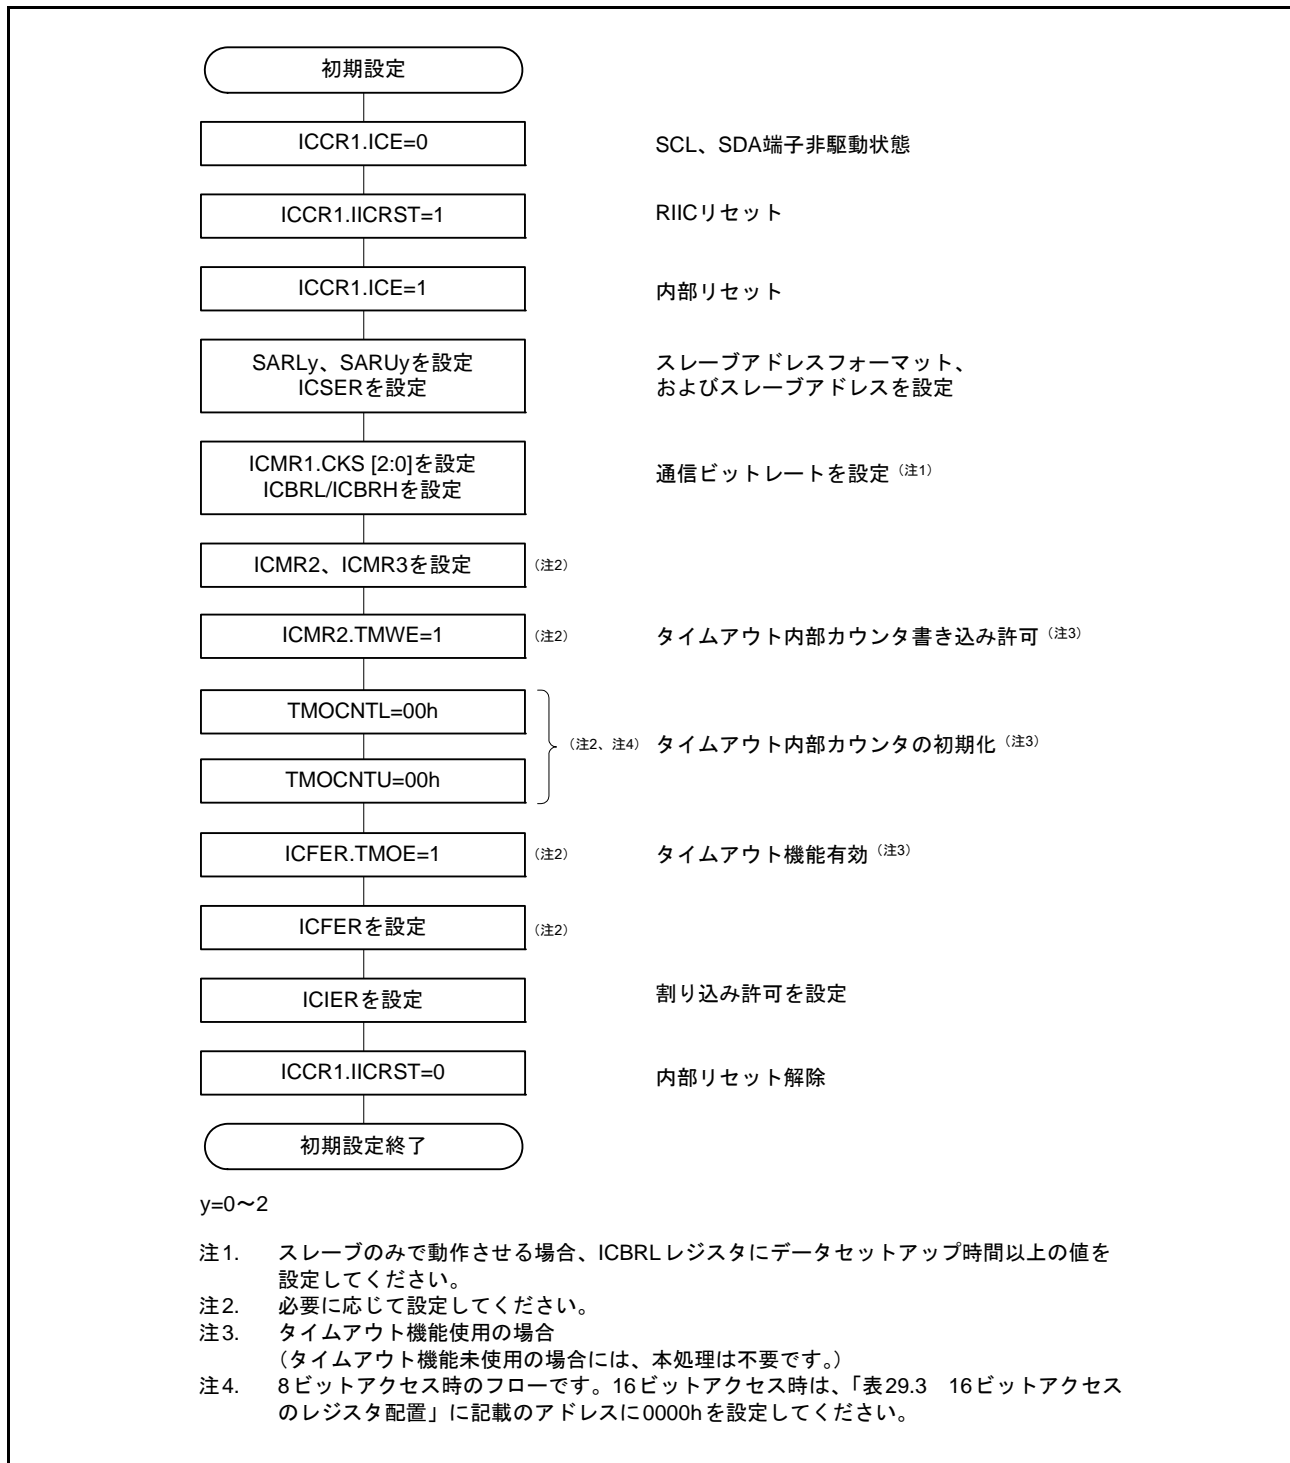

図 29.5 RIIC の初期化フローチャート例
データの送信/受信を開始する場合、図 29.5 に示す手順に従って RIIC を初期化してください。
- (1) ICCR1.ICE ビットを“0” (SCL、SDA 端子非駆動状態) にしたまま ICCR1.IICRST ビットを“1” (RIIC リセット) にした後、ICCR1.ICE ビットを“1” (内部リセット) にします。これにより ICSR1 レジスタの各フラグや内部状態の初期化を行います。その後、SARLy、SARUy、ICSER、ICMR1、ICBRH、ICBRL レジスタ (y=0 ~ 2) を設定し、その他のレジスタは必要に応じて設定してください (RIIC の初期設定については図 29.5 を参照)。必要なレジスタの設定が終了したら、ICCR1.IICRST ビットを“0” (リセット解除) にしてください。すでに RIIC の初期化が完了している場合、この手順は不要です。
- (2) ICCR2.BBSY フラグを読んでバスが解放状態であることを確認した後、ICCR2.ST ビットに“1”を書きます (スタートコンディション発行要求)。RIIC はスタートコンディション発行要求を受け付けると、スタートコンディションを発行します。RIIC はスタートコンディションを検出すると BBSY フラグ、ICSR2.START フラグを自動的に“1”にし、ST ビットを自動的に“0”にします。このとき ST ビットが“1”の状態で自分が出した SDA 信号と SDA ラインの状態がずれることなくスタートコンディションを検出した場合、RIIC は ST ビットによるスタートコンディション発行が正しく行われたと認識し、ICCR2.MST、TRS ビットを自動的に“1”にしてマスタ送信モードになります。また ICSR2.TDRE は、TRS ビット=1 により自動的に“1”になります。
- (3) ICSR2.TDRE フラグが“1”であることを確認した後、ICDRT レジスタに送信データ (スレーブアドレスと R/W# ビット) を書いてください。ICDRT レジスタに送信データを書くと TDRE フラグは自動的に“0”になり、ICDRT レジスタから ICDRS レジスタにデータが転送されて、再び TDRE フラグが“1”になります。R/W# ビットを含むスレーブアドレスの送信が完了すると、送信された R/W# ビットにより自動的に TRS ビットが変更され送信モード/受信モードが選択されます。RIIC は R/W# ビット=0 を受信すると、引き続きマスタ送信モードの状態を継続します。
- (2) ICCR2.BBSY フラグを読んでバスが解放状態であることを確認した後、ICCR2.ST ビットに“1”を書きます (スタートコンディション発行要求)。RIIC はスタートコンディション発行要求を受け付けると、スタートコンディションを発行します。RIIC はスタートコンディションを検出すると BBSY フラグ、ICSR2.START フラグを自動的に“1”にし、ST ビットを自動的に“0”にします。このとき ST ビットが“1”の状態でも自分が出した SDA 信号と SDA ラインの状態がずれることなくスタートコンディションを検出した場合、RIIC は ST ビットによるスタートコンディション発行が正しく行われたと認識し、ICCR2.MST、TRS ビットを自動的に“1”にしてマスタ送信モードになります。また ICSR2.TDRE フラグは、TRS ビット = 1 により自動的に“1”になります。
- (3) ICSR2.TDRE フラグが“1”であることを確認した後、ICDRT レジスタに送信データ (スレーブアドレスと R/W# ビット) を書いてください。ICDRT レジスタに送信データを書くと TDRE フラグは自動的に“0”になり、ICDRT レジスタから ICDRS レジスタにデータが転送されて、再び TDRE フラグが“1”になります。R/W# ビットを含むスレーブアドレスの送信が完了すると、送信された R/W# ビットにより自動的に ICCR2.TRS ビットが変更され送信モード/受信モードが選択されます。RIIC は R/W# ビット = 1 を受信すると、9 クロック目の立ち上がりで TRS ビットを“0”にしてマスタ受信モードに移行します。このとき TDRE フラグは“0”に、ICSR2.RDRF フラグは自動的に“1”になります。このとき ICSR2.NACKF フラグが“1”なら、スレーブデバイスが認識されていないか、あるいは通信不良が発生しているかですので、ストップコンディションを発行してください。ストップコンディションの発行は ICCR2.SP ビットに“1”を書くことで行えます。
- (1) 図 29.5 に示す手順で RIIC を初期設定してください。すでに RIIC の初期化が完了している場合、この手順は不要です。初期設定完了後、RIIC はスレーブアドレスが一致するまで待機状態となります。
- (2) RIIC はスレーブアドレスが一致した場合、SCL クロックの 9 クロック目の立ち上がりで該当する ICSR1.HOA, GCA, AASy ビット (y=0 ~ 2) のいずれかを “1” にし、SCL クロックの 9 クロック目のアクノリッジビットに ICMR3.ACKBT ビットに設定した値を返信します。このとき受信した R/W# ビットが “1” のとき、ICCR2.TRS ビットおよび ICSR2.TDRE フラグを “1” にし、自動的にスレーブ送信モードに切り替わります。
- (3) ICSR2.TDRE フラグが “1” であることを確認した後、ICDRT レジスタに送信データを書いてください。このとき、ICFER.NACKF ビットが “1” の状態でマスタデバイスからアクノリッジがなかった (NACK を受信した) 場合、RIIC は次の通信動作を中断します。
- (4) ICSR2.NACKF フラグが “1” になるか、または最終送信データを ICDRT レジスタに書いた後、ICSR2.TDRE フラグが “1” の状態で、ICSR2.TEND フラグが “1” になるまで待ってください。ICSR2.NACKF フラグが “1” または TEND フラグが “1” の場合、RIIC は 9 クロック目の立ち下がり以降 SCL ラインを Low にホールドします。
- (5) ICSR2.NACKF フラグが “1” または ICSR2.TEND フラグが “1” の場合、終了処理のため ICDRR レジスタをダミーで読んでください。これにより SCL ラインを開放します。
- (6) RIIC はストップコンディションを検出すると、ICSR1.HOA, GCA, AASy ビット (y=0 ~ 2)、ICSR2.TDRE, TEND フラグ、ICCR2.TRS ビットを自動的に “0” にし、スレーブ受信モードに移行します。
- (7) ICSR2.STOP フラグが “1” であることを確認した後、次通信のために ICSR2.NACKF, STOP フラグを “0” にしてください。
- (2) RIIC はスレーブアドレスが一致した場合、RIIC は SCL クロックの 9 クロック目の立ち上がりで該当する ICSR1.HOA, GCA, AASy ビット (y=0 ~ 2) のいずれかを “1” にし、SCL クロックの 9 クロック目のアックノリッジビットに ICMR3.ACKBT ビットに設定した値を返信します。このとき受信した R/W# ビットが “0” なら、スレーブ受信モードの状態を継続し、ICSR2.RDRF フラグを “1” にします。
- (3) ICSR2.STOP フラグが “0” で、かつ ICSR2.RDRF フラグが “1” であることを確認したら、最初の 1 回目は ICDRR レジスタをダミーで読んでください (なお、ダミーで読んだ受信データは 7 ビットアドレスフォーマット時にスレーブアドレス + R/W# ビット、10 ビットアドレスフォーマット時は下位 8 ビットアドレスになります)。
- (4) ICDRR レジスタを読むと RIIC は ICSR2.RDRF フラグを自動的に “0” にします。なお、ICDRR レジスタの読み出しが遅れて、RDRF フラグが “1” になった状態で次のデータを受信すると、RIIC は RDRF フラグが “1” になるタイミングの 1 つ手前の SCL クロック立ち下がり で SCL ラインを Low にホールドします。この Low ホールドは ICDRR レジスタを読むことで解除され RIIC は SCL ラインを開放します。ICSR2.STOP フラグが “1” で、かつ ICSR2.RDRF フラグが “1” の場合、または全データ受信が完了するタイミングで ICDRR レジスタを読んでください。
- (5) RIIC はストップコンディションを検出すると、ICSR1.HOA, GCA, AASy ビット (y=0 ~ 2) を自動的に “0” にします。
- (6) ICSR2.STOP フラグが “1” であることを確認した後、次通信のために ICSR2.STOP フラグを “0” にしてください。